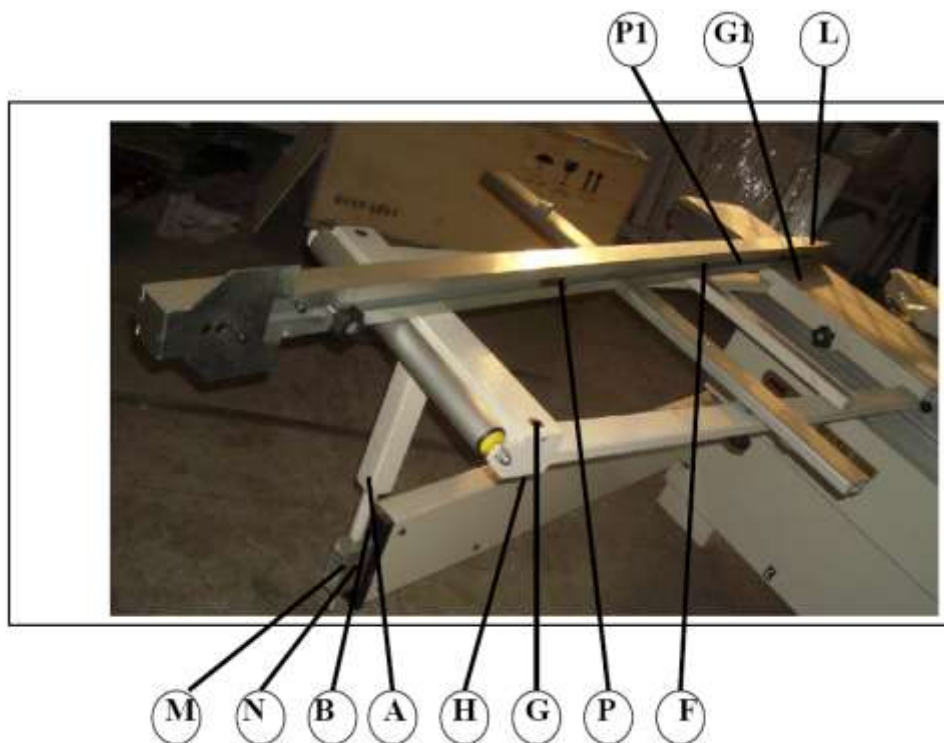
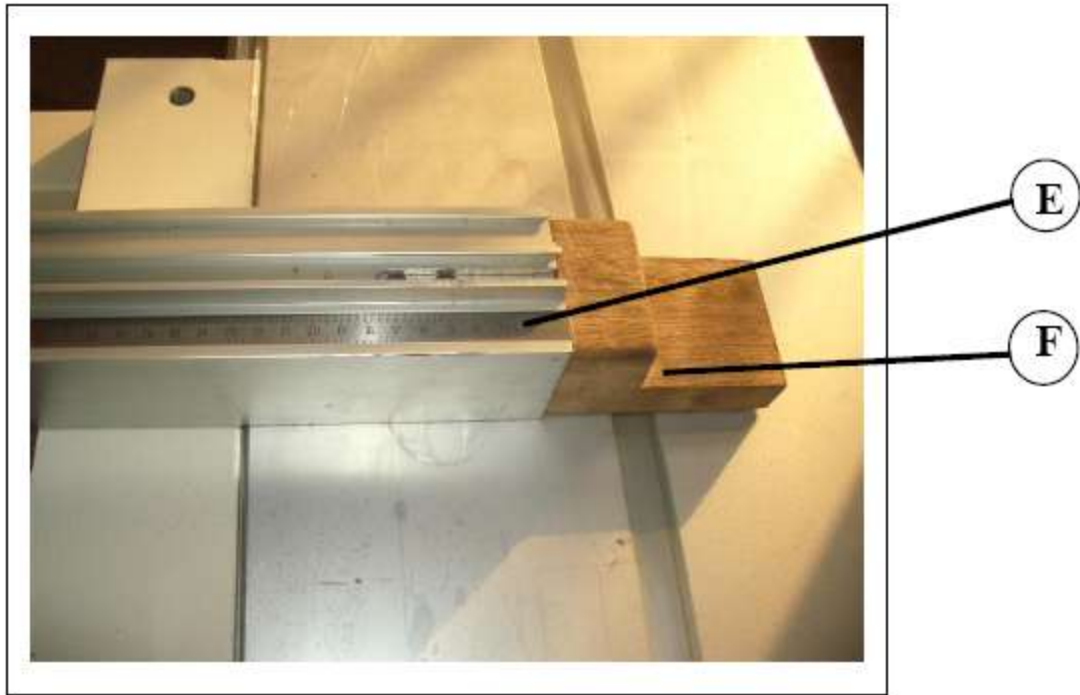

Рис. 2.3
Рис. 2.5
- Установите штифт А (рис. 2.3) в конец опорного рычага В (рис. 2.3), затем зафиксируйте с помощью рукоятки М.
- Установите заднюю часть рамы на штифт А (рис. 2.3), который должен войти в правильное отверстие.
Вставьте резьбовые штифты в отверстия рамы. Для фиксации рамы установите на штифты прокладку V и шайбу W (рис. 2.3), затем затяните рукоятки.
- 1) Вставьте 2 скользящих штифта Р и Р1 (рис. 2.3) в 2 отверстия рамы G и G1 (рис 2.3).
- 2) Зафиксируйте линейку на раме с помощью двух рукояток (поставляются в ящике с принадлежностями) с нижней стороны рамы Н (рис. 2.3).
Конец линейки L (рис. 2.3) необходимо выровнять относительно дисковой пилы, т.к. он будет использоваться в качестве стружколома во время пиления.
| ПРИМЕЧАНИЕ: | <p>Перед началом установки нуля выровняйте линейку E (рис. 2.5) таким образом, чтобы деревянный конец F(рис. 2.5), который будем называть стружколомом, мог быть обработан пилами. После выравнивания линейки поднимите и поверните ее на раму. Установите упор M напротив штифта H, затяните установочный винт L.</p> <p>Снова установите линейку на раму и зафиксируйте ее, завинтив две рукоятки H (рис. 2.3) на нижней части рамы.</p> <p>Включите станок, затем выполните обработку с помощью каретки.</p> |